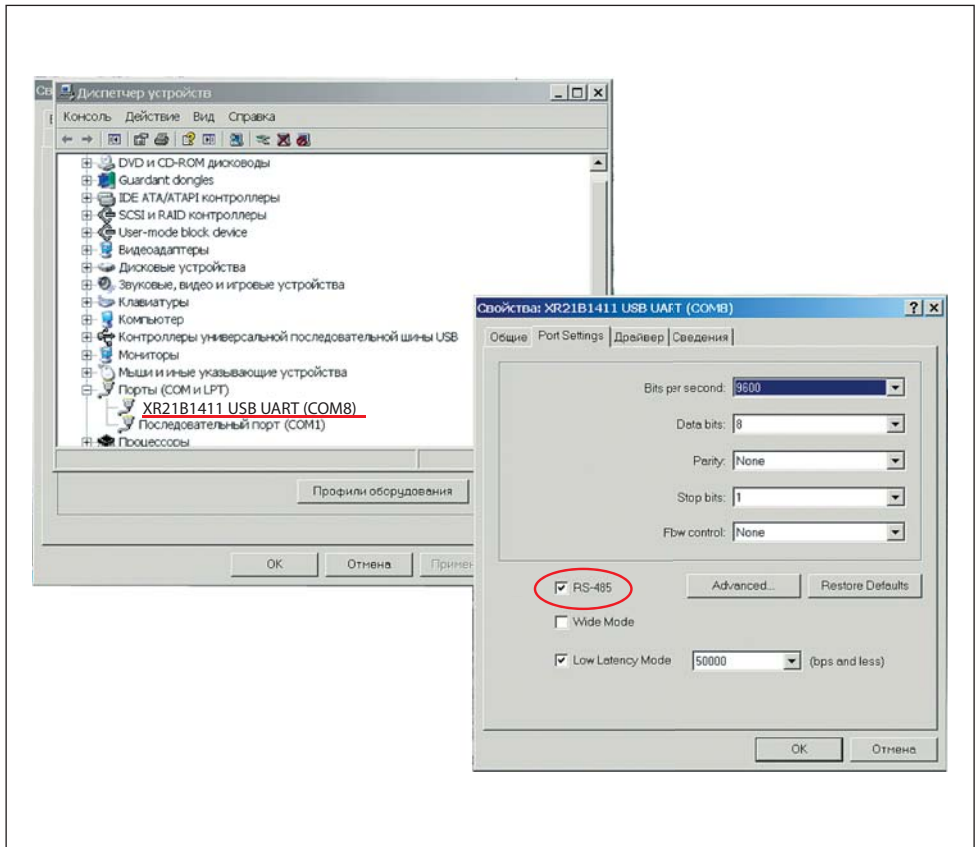

Рис.19. Определение номера COM-порта на вкладке Диспетчер устройств и установка режима RS-485
ходнику. На компьютерах с ОС Windows воспользуйтесь для этого вкладкой Диспетчер устройств (рис.19)
- в случае подключения по интерфейсу RS-485 в окне Свойства устройства не забудьте включить режим RS-485 (если такая опция есть) (см. рис.19);